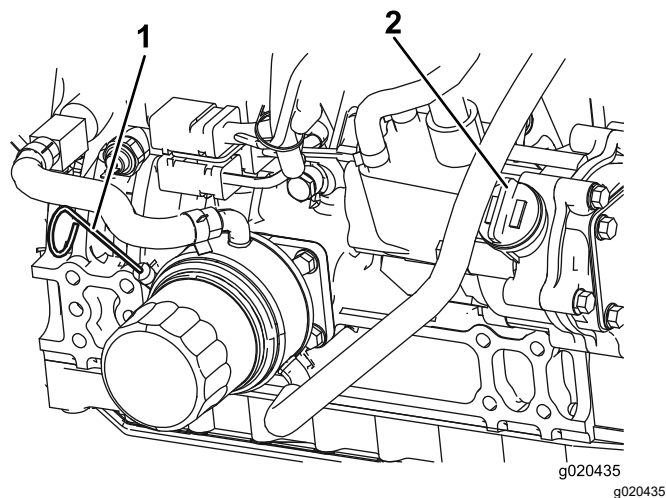

Рисунок 27
4. Если уровень масла ниже безопасного диапазона, снимите крышку заливной горловины (Рисунок 27) и добавляйте масло до тех пор, пока его уровень не достигнет отметки Full (Полный). **Не допускайте переполнения.**
Уровень масла должен находиться в допустимом диапазоне (Рисунок 27).